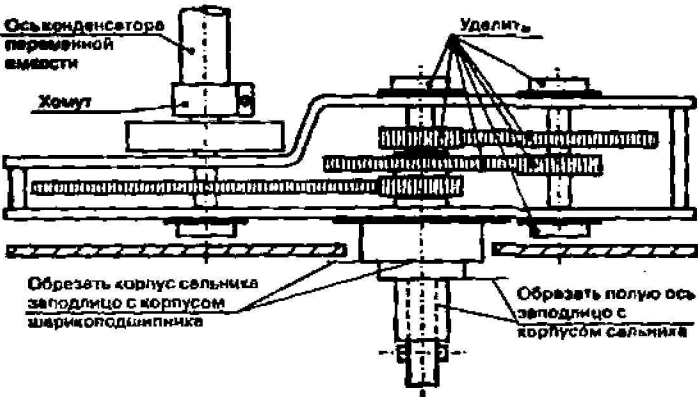
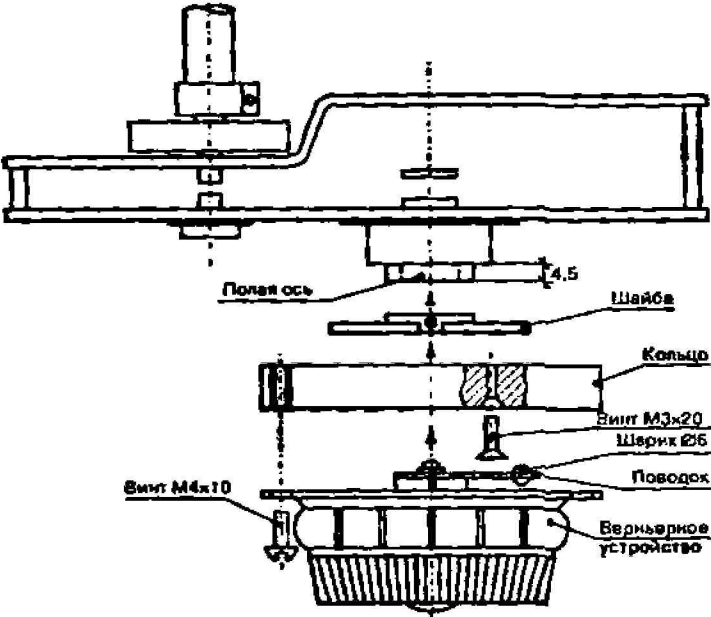

Рис. 2.3. Редуктор приемника до переделки
Рис. 2.4. Редуктор приемника после переделки
3. Произвести переделку редуктора согласно рис. 2.3 и 2.4. На рис. 2.3 показан редуктор до переделки, на рис. 2.4 — после